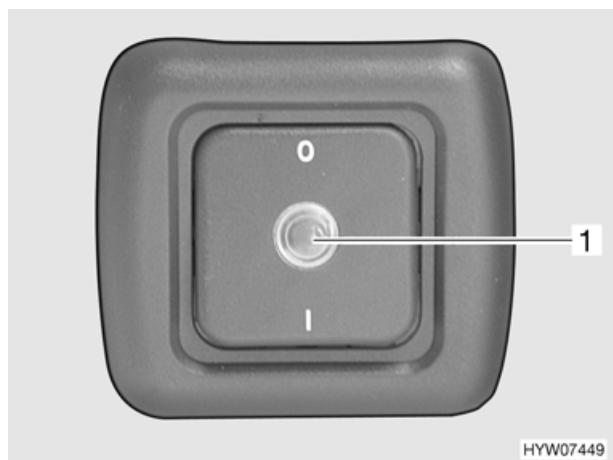

Fig. 78 Interruttore di comando per scaldaacqua
Con l'interruttore di comando (Fig. 78,1) si inserisce la modalità di funzionamento elettrico. La luce spia rossa (Fig. 78,1) si accende.
- Spegnere l'interruttore di comando (Fig. 78). La luce spia rossa (Fig. 78,1) non si accende.
- Inserire l'interruttore di comando (Fig. 78). La luce spia rossa (Fig. 78,1) si accende. L'acqua nello scaldaacqua viene riscaldata a 65 °C.